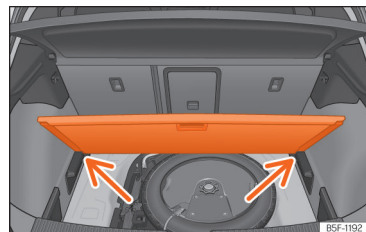

Рис. 189 Діагональне положення панелі.
- Установіть панель на спеціальні виступи >>> **рис. 189** (стрілки).